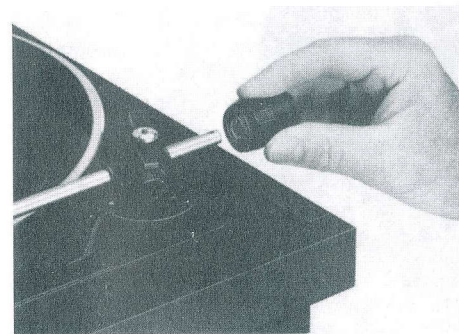

Fig. 4
2. Tonarm-Balancegewicht **3** auf den Tonarm drehen (Fig. 4).